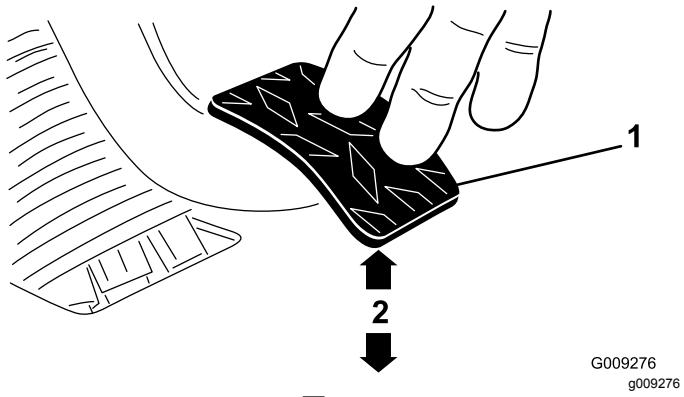

図 60
3. ジャムナットまたはボールジョイントを調整する 1.8 kg の力でクラッチペダルを踏んだ時にペダルの裏面の下端が床のダイヤモンド柄の頂部から 9.2-9.8 cm になるようにする図 60。